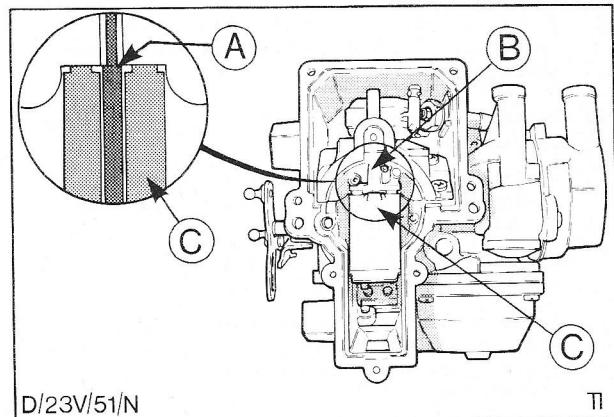

Fig. 60 Afstelling van hoofdregelnaald.
8. Schuif de hoofdregelnaald uiterst voorzichtig op zijn plaats en draai de naald, terwijl de luchtklep is gesloten, zover naar binnen tot de schouder gelijkligt met de verticale zijde van het hoofdsproeierhuis; Fig. 60.